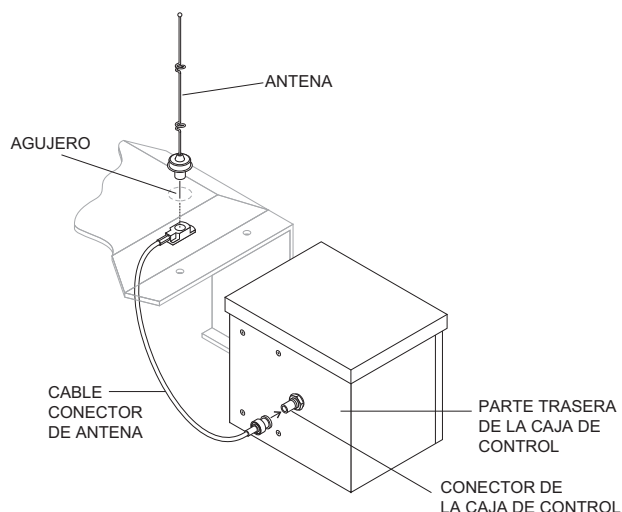

Figura 33. Instalación de la antena
5. En la parte superior de la unidad, a la derecha de la caja de control (Figura 33), golpee con un martillo el disco removible del agujero e instale la antena remota.
6. Conecte el cable de la antena al conector de la parte trasera (Figura 33) de la caja de control.